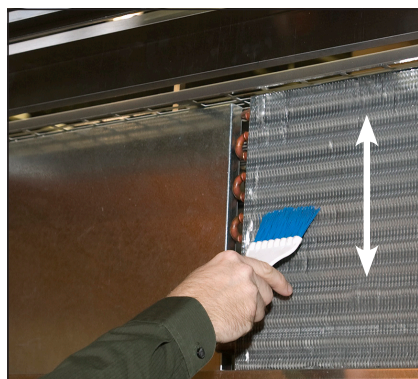

Рис. 3. При чистке не допускается вести щетку поперек ребер.
4. Щеткой с жесткой щетиной тщательно очистить передние ребра змеевика конденсатора от накопившейся грязи (см. рис. 3).